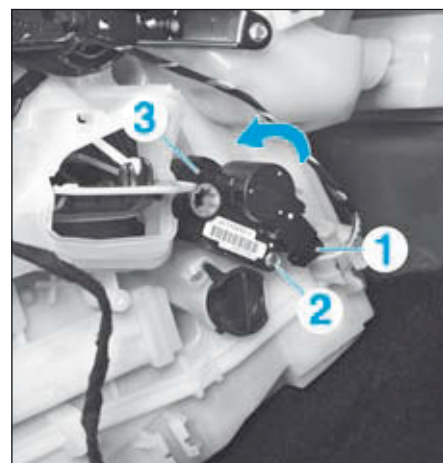

FIG.38
- Débrancher le connecteur (1) (Fig.38).
- Déposer la vis (2).
- Pivoter dans le sens anti-horaire le servomoteur de mixage (3).
- Déposer le servomoteur de mixage (3).